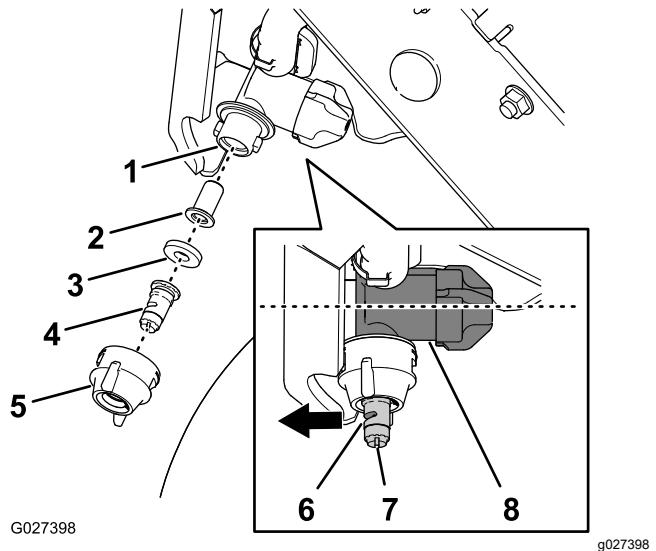

Figura 63
1. Gire el tapón de la boquilla 90° en sentido antihorario y retire el tapón del cuerpo de la boquilla (Figura 63).
2. Retire la punta, la junta y el filtro de la carcasa de la boquilla (Figura 63).
4. Monte el filtro en el cuerpo de la boquilla (Figura 63).
5. Monte la punta y la junta en el tapón de la boquilla (Figura 63).
6. Instale la punta, la junta y el tapón en el cuerpo de la boquilla (Figura 63).
**Nota:** Utilice la ranura para girar el atomizador (Figura 63) de la punta hacia adelante (en línea con la carcasa del regulador de caudal del cuerpo de la boquilla).
7. Gire el tapón de la boquilla 90° en sentido horario (Figura 63).